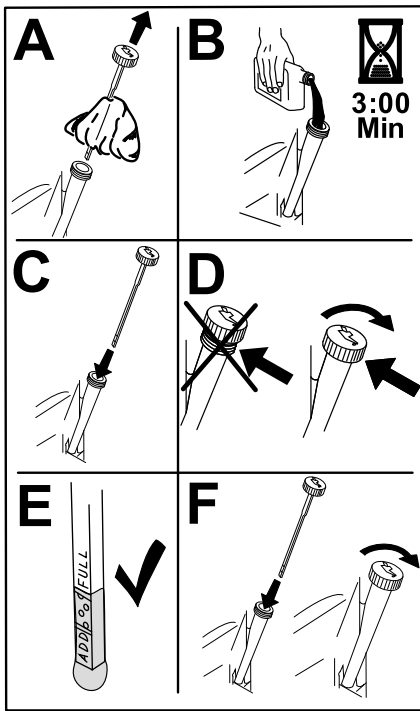

Figura 40
6. Vierta lentamente un 80% aproximadamente del aceite especificado por el tubo de llenado, luego añada lentamente el resto del aceite hasta que llegue a la marca de Lleno (Figura 40).